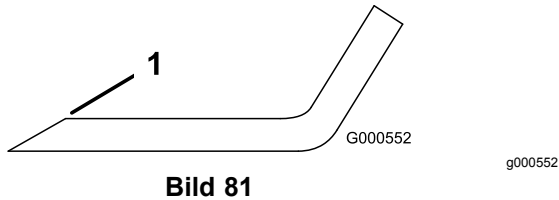

Bild 81
1. Schärfen Sie die Schnittkante an beiden Enden des Schnittmessers mit einer Feile (Bild 81).
Hinweis: Feilen Sie, wenn das Schnittmesser nicht ausgewuchtet ist, vom Flügelbereich des Messers etwas Metall ab (Bild 81).